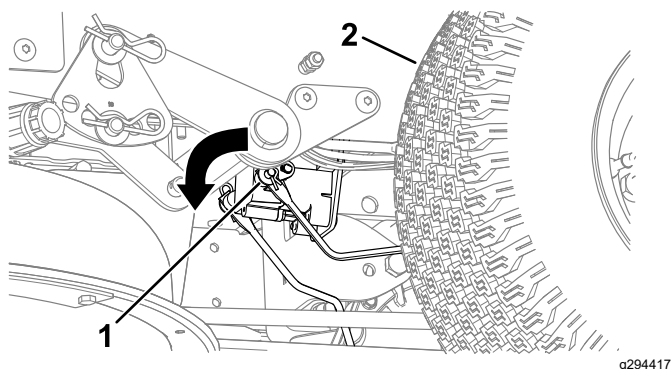

Figure 52
3. Localisez l'arbre sur le frein électrique au point de connexion des bras de liaison (Figure 52).